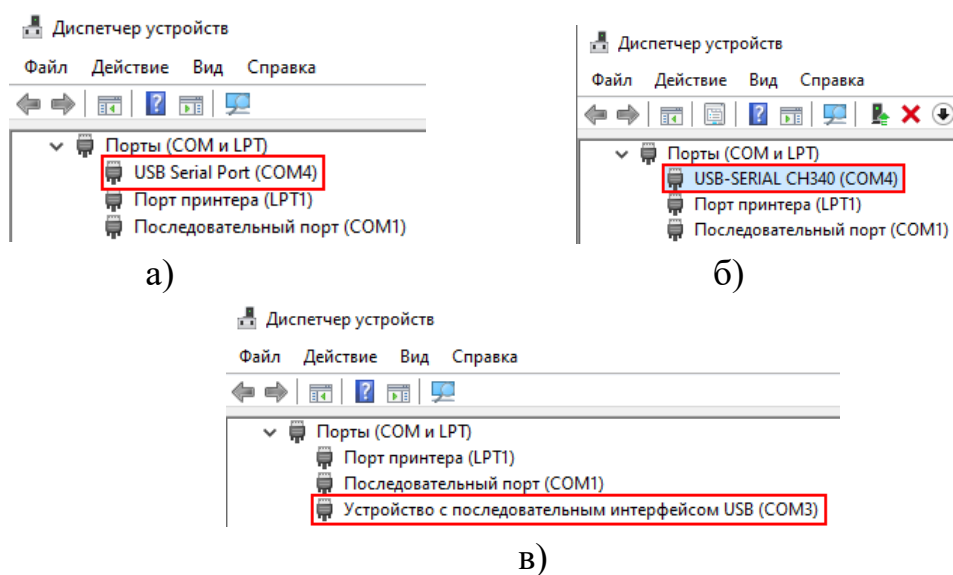

Рисунок 16 – Отображение в диспетчере устройств дата-кабеля с подключенным датчиком: а) 644М1, 644М3; б) 644М2; в) 679М
– для датчиков моделей **644М1**, **644М3** – устройство «USB Serial Port» во вкладке "Панель управления → Диспетчер устройств → Порты (COM и LPT)" (Рисунок 16 а);
– для датчика модели **644М2** – устройство «USB-SERIAL CH340» (Рисунок 16 б);
– для термогигрометра модели **679М** – «Устройство с последовательным интерфейсом USB» (Рисунок 16 в).